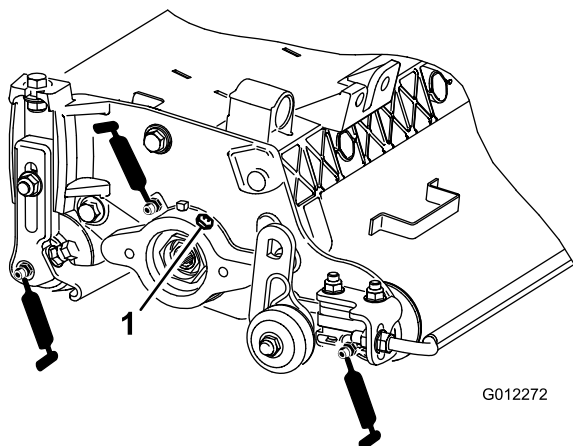

図 8
1 台のバーチカッターに 7 か所のグリスポイントがありますから 図 8、1 週間ごとにそれぞれのポイントに No.2 リチウム系汎用グリスを補給してください。
2. きれいなグリスがローラのシールやベアリングの逃がしバルブからはみ出してくるまでグリスを注入する 図 8。